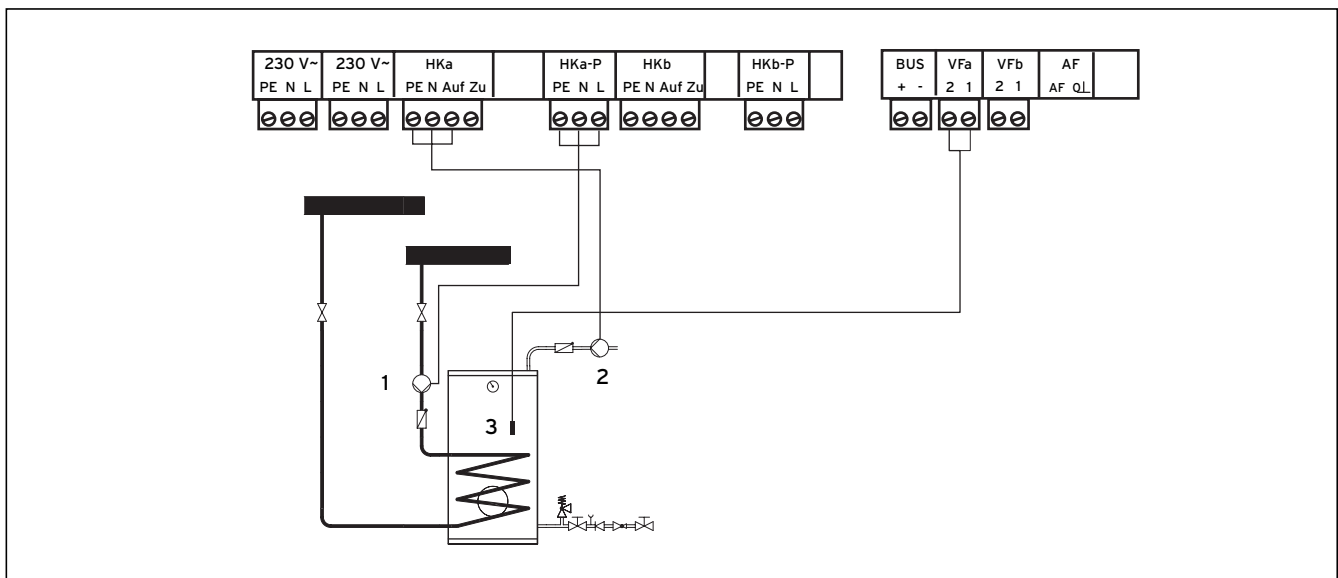

Fig. 5.2 Tilslutning af en varmekreds som beholdervarmekreds
- Udfør den elektriske tilslutning på blandermodul VR 60 i henhold til fig. 5.2.